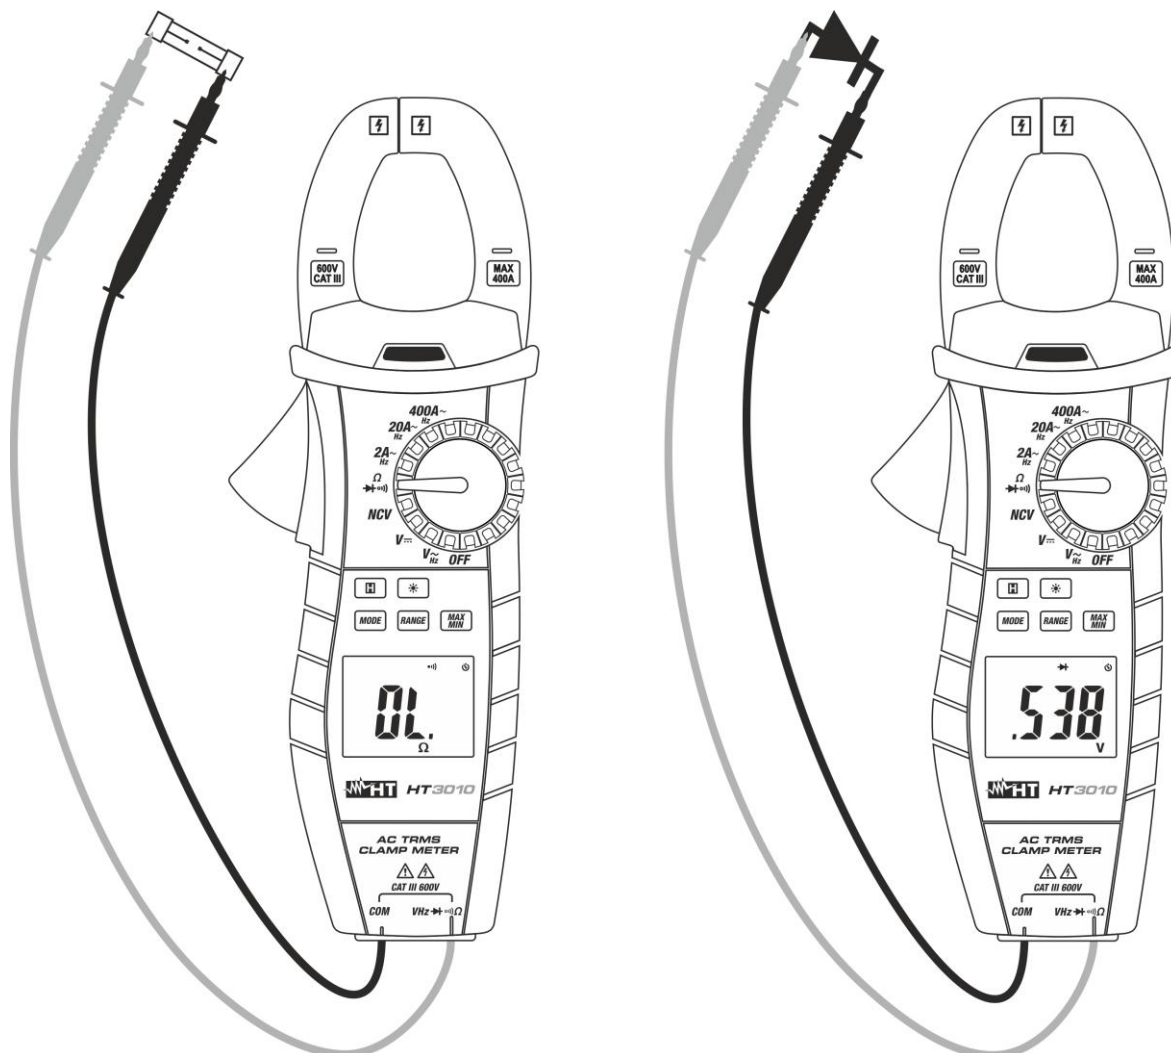

Fig. 7: Uso del instrumento para la prueba de Continuidad y Prueba de Diodos
3. Inserte el cable rojo en el terminal de entrada **VΩHz→|)** y el cable negro en el terminal de entrada **COM** y efectúe la prueba de continuidad sobre el objeto en prueba (vea Fig. 7 – parte izquierda). El indicador acústico emite una señal acústica cuando el valor de la resistencia medida es inferior a aproximadamente 30Ω
5. Conecte la punta roja al ánodo del diodo y la punta negra al cátodo en caso de medida de polarización directa (vea Fig. 7 – parte derecha). Invierta la posición de las puntas de prueba en caso de medida de polarización inversa